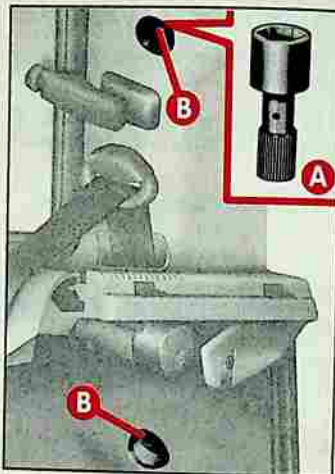

fig. 25
B-fig. 25 de fixation du bloc optique et les dévisser avec la rallonge **A**.
5) Remonter le bloc optique en serrant parfaitement les écrous **B**-fig. 25, mais sans trop forcer.